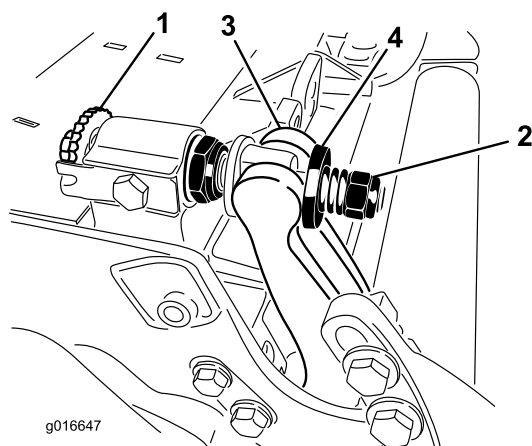

図 28
- ベッドバー調整ねじを左に回してベッドナイフとリールの接触をなくす [図 28]。
- スプリングテンション・ナットをゆるめて、ワッシャがベッドバーを全く押さないようにする [図 28]。